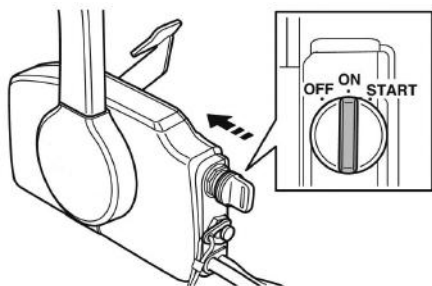

Рис. 33 Включение электромагнитного клапана управления воздушной заслонкой
- Если двигатель лодочного мотора холодный, перед запуском нужно закрыть воздушную заслонку карбюратора. Нажмите на ключ зажигания (Рис. 33), при этом сработает электромагнитный клапан управления воздушной заслонкой, установленный на впускном коллекторе двигателя, и воздушная заслонка карбюратора закроется.